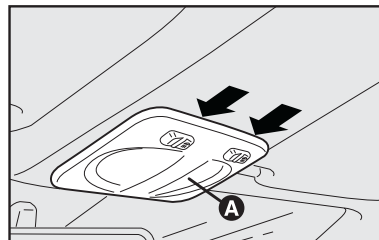
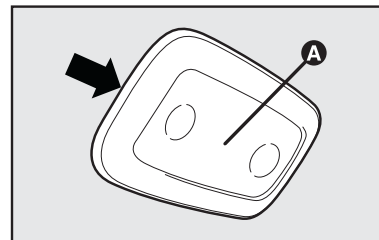
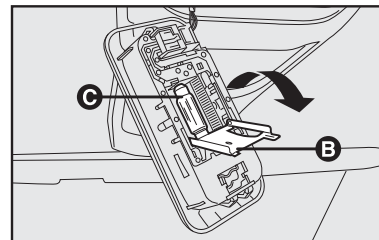

fig. 28
fig. 29
fig. 30
CONSOLA DE TECHO - fig. 28, fig. 29 y fig. 30
- actúe en los puntos indicados por las flechas y quite el plafón **A-fig. 28** o **A-fig. 29**;
- abra la tapa de protección **B-fig. 30**;